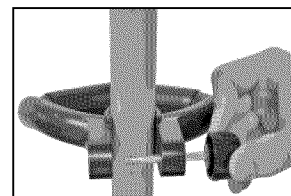

Figure 12 - Insertion de l'écrou dans la poignée
3. Remettez l'écrou en place dans la poignée avant (voir la Figure 12).